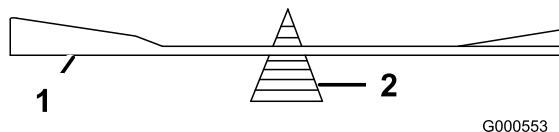

Figura 47
2. Verifique el equilibrio de la cuchilla colocándola sobre un equilibrador de cuchillas (Figura 47).